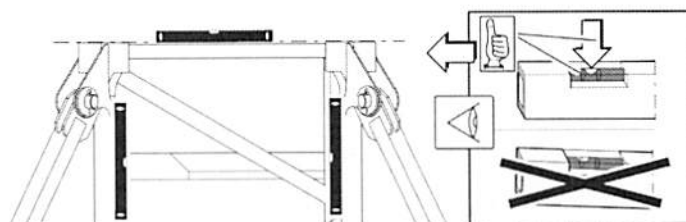

Fig. 112: Senkrechte Stellung und waagerechte Lage prüfen
- Senkrechte Stellung und waagerechte Lage der Oberfläche prüfen (siehe: Fig. 112, Seite 170) .